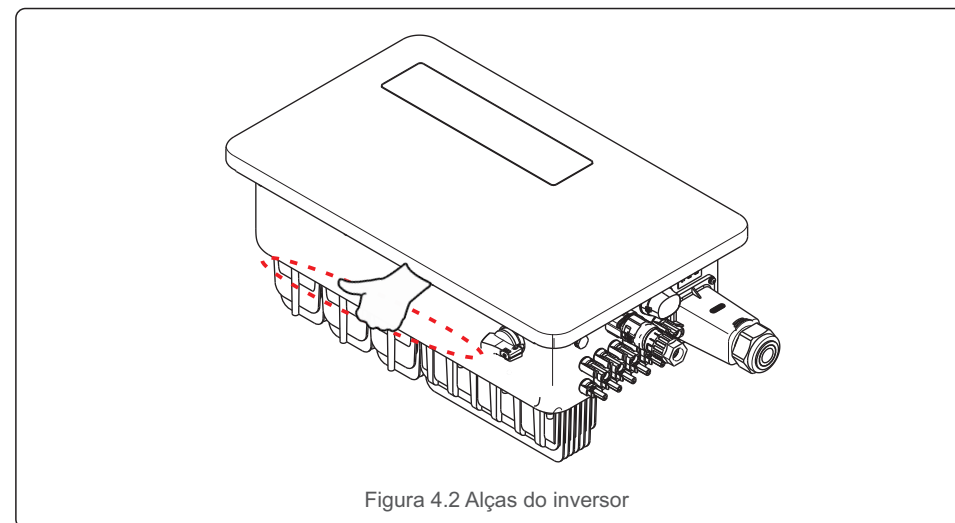

Figura 4.2 Alças do inversor
2. Abra a caixa e, em duas pessoas, peguem uma extremidade do inversor usando a área indicada com uma linha pontilhada (veja a Figura 4.2).